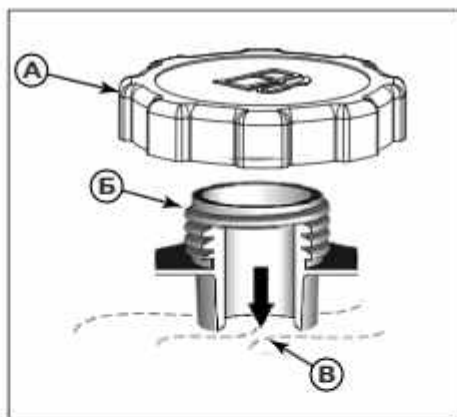

Рис. 19
2. Снимите крышку топливо заправочного патрубка (рис.19, поз А).
3. Наполните бак (рис.19, поз Б) топливом. НЕ наливайте выше нижней части горловины топливного бака (рис.19, поз В).